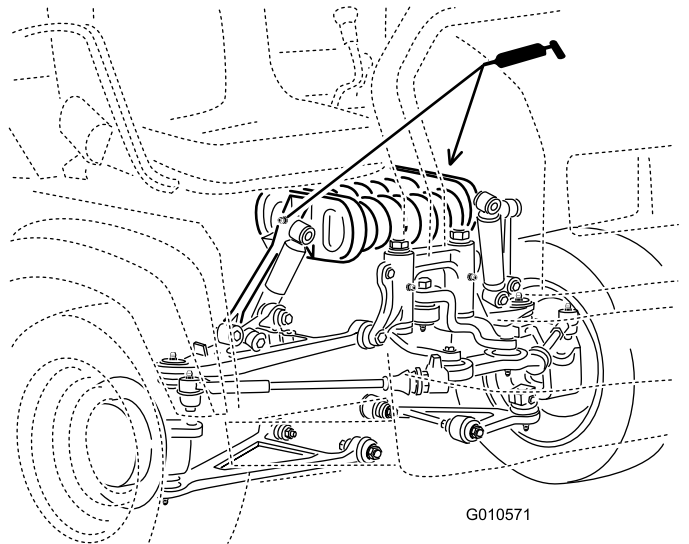

Bild 37
- **Federstangen (2)**, siehe Bild 37